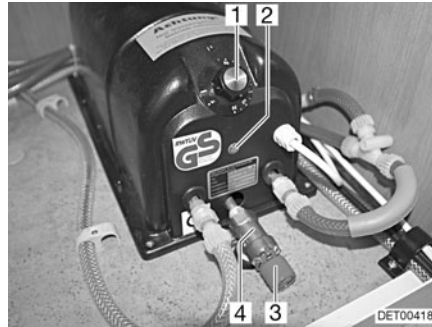

Fig. 133 Chauffe-eau Reich
Le chauffe-eau fonctionne avec 230 V. Le chauffe-eau chauffe environ 5 litres d'eau. Le régulateur (Fig. 133,1) du chauffe-eau permet de régler la température de l'eau. L'eau ne peut pas être chauffée à plus de 80 °C.
- Régler la température désirée sur le régulateur de température (Fig. 133,1). Le voyant de contrôle (Fig. 133,2) s'allume pendant la mise en température.
- Faire tourner le régulateur de température (Fig. 133,1) jusqu'au repère "I" dans le sens inverse des aiguilles d'une montre.
- Régler la température désirée sur le régulateur de température (Fig. 133,1).
- Ouvrir l'évacuation de l'eau sur la soupape de surpression (Fig. 133,4). Faire tourner le bouton rotatif rouge (Fig. 133,3) dans le sens inverse des aiguilles d'une montre.